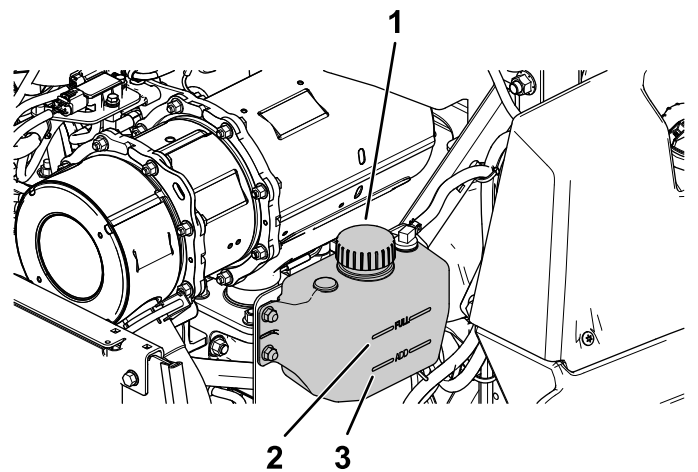

Figura 58
2. Compruebe el nivel de refrigerante en el depósito de expansión (Figura 58).
3. Si el nivel de refrigerante es bajo, retire el tapón del depósito de expansión y añada el refrigerante especificado (Figura 58).